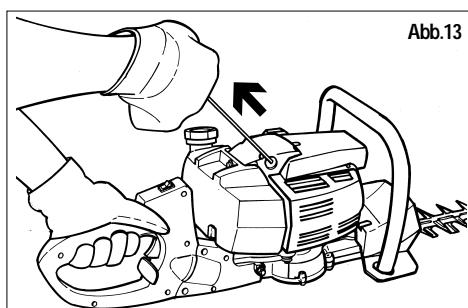

Abb.13
7) Den Anlassseil (Abb. 13) bis zu 3 Mal vollständig ziehen.
9) Ziehen Sie am Anlassseil (Abb. 13), bis der Motor startet.